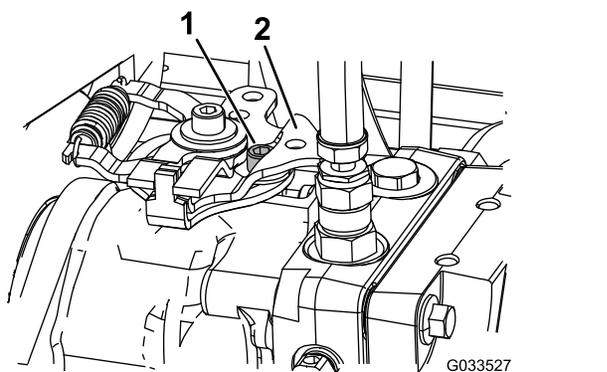

Рисунок 43
3. На гидравлическом насосе тяги (внутри корпуса) снимите рычажный механизм управления с рычага управления (Рисунок 43).